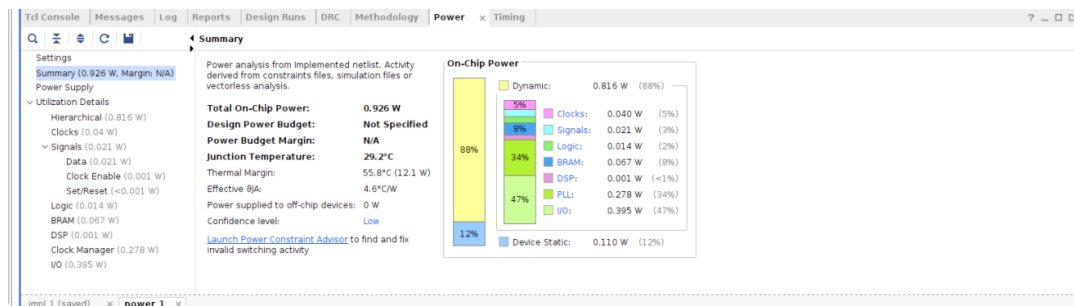

Figura 9: Summary de la potencia consumida
Como podemos observar en la figura 9, la parte dinámica del **SoC** consume casi el 90 % de la potencia del mismo, mientras que el resto es consumida por la potencia estática. Si nos fijamos en cada sección de la parte dinámica, podemos ver como la parte de entrada y salida es la que más va a consumir. Podemos ver también como la parte de BRAM(MEM) y de Logic(EX) consumen relativamente poca potencia en comparación con el resto. Relacionando estos datos con las superficies que ocupan en el **SoC** que mostramos en las figuras siguientes, vemos como la fase de memoria va a consumir poca potencia en comparación con la de ejecución, la cual ocupa mucha más superficie.